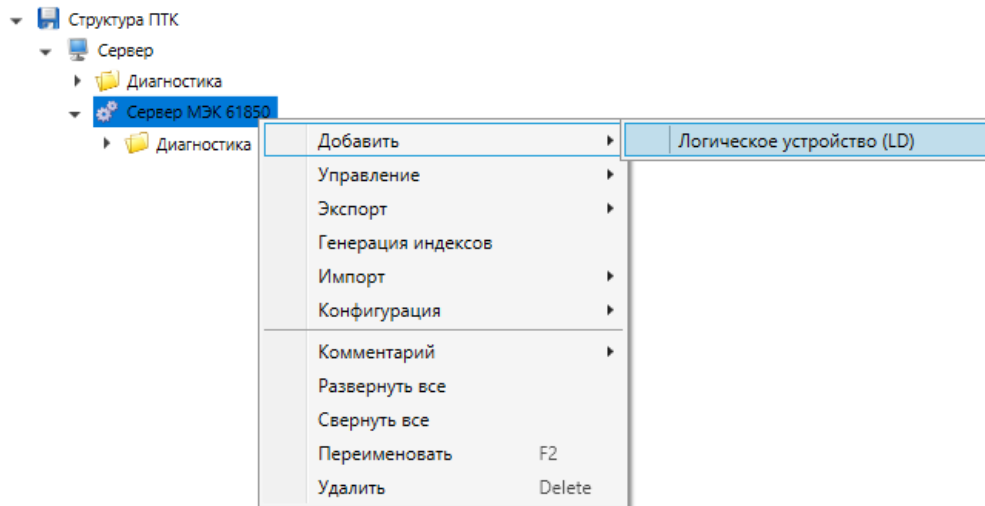

Рисунок 2 – Добавление логического устройства в сервер МЭК 61850
– командой «Добавить» → «Логическое устройство (LD)» контекстного меню узла **Сервер МЭК 61850**;
Добавить логическое устройство в сервер МЭК 61850 командой «Добавить» → «Логическое устройство (LD)» контекстного меню узла **Сервер МЭК 61850** (рисунок 2).